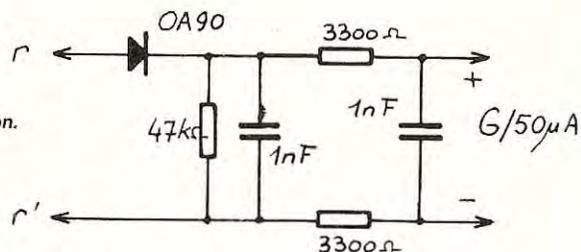

Fig. V-32. — Cellule de détection.
Au récepteur, souder entre r et r' , la cellule de détection de la fig. V-32 et y brancher un galvanomètre de $50 \mu A$. Régler minutieusement :
- Souder la cellule de détection (fig. V-32) en r et r'.